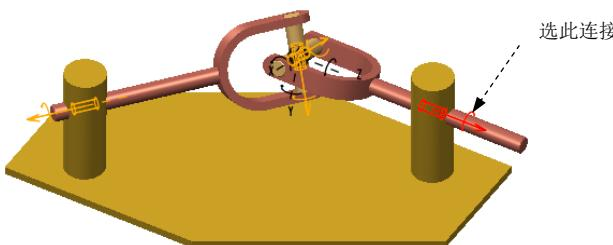

图 4.3.1 选取参考对象
(1) 选择命令。单击 **插入** 区域中的“伺服电动机”按钮 ，系统弹出“伺服电动机定义”对话框。
(2) 选取参考对象。选取图 4.3.1 所示的连接为参考对象。